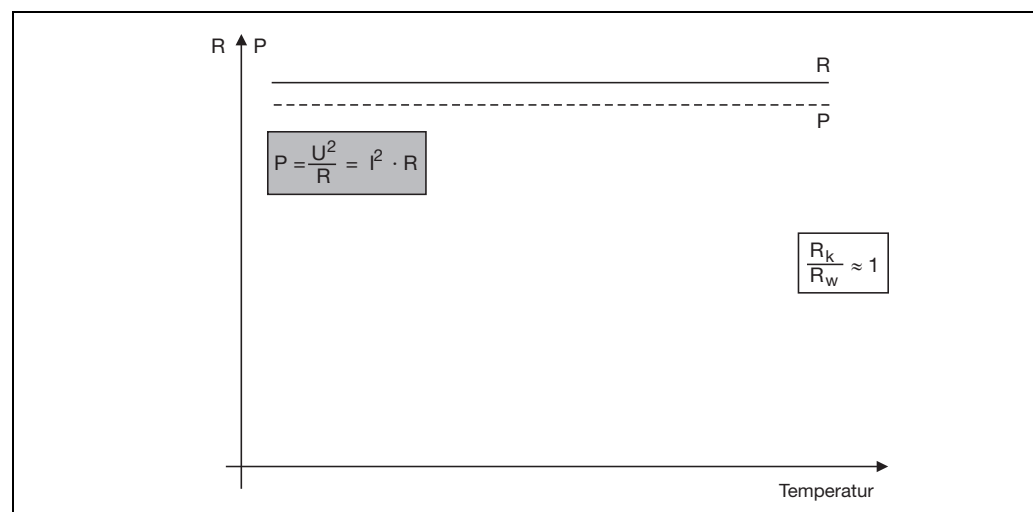

Abbildung 2: Heizelement mit $TK \approx 1$
- Widerstandsmaterialien mit einem TK von ungefähr 1. Dazu gehören Heizelemente aus Nickel /Chrom, Konstantan usw. Es bestehen hier keine speziellen Anforderungen an den Thyristorsteller (z. B. Strombegrenzung). Die Kennlinie eines Heizelementes mit $TK \approx 1$ zeigt Abbildung 2.